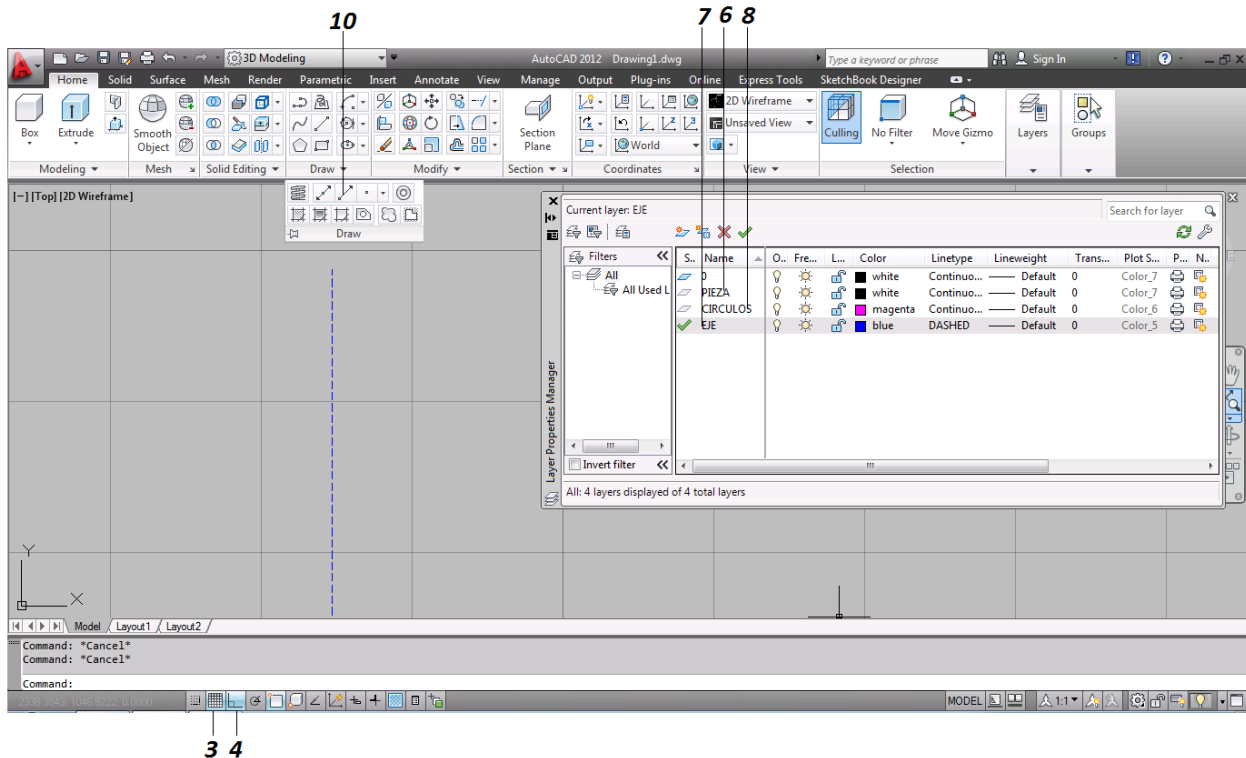

Figura 4.6 Ejercicio 2
6. La primer Capa se queda con los parametros que se tienen por defecto, solo se nombra “Pieza” (figura 4.6).
7. La segunda Capa que se crea es de Color Azul, el Tipo de Linea es “Dashed” y se nombra “Eje” (figura 4.6).
8. La tercera Capa que se crea es de Color Magenta, el Tipo de Linea es “Continua” y se nombra “Circulo” (figura 4.6).
9. Se selecciona la Capa “Eje” (figura 4.6).